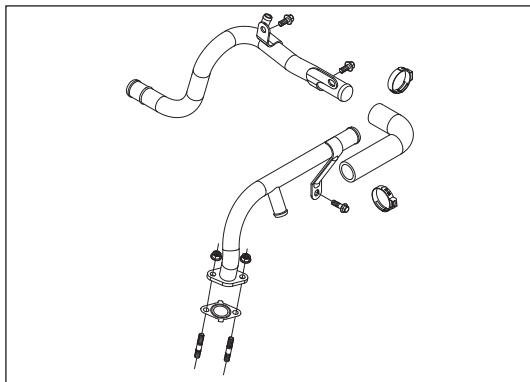
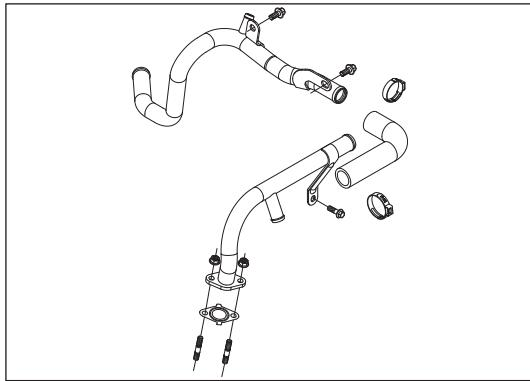

Рис. 10-6-2. Отвод нагретой ОЖ через отводящую трубу (4G15T)
Рис. 10-6-3. Отвод нагретой ОЖ через отводящую трубу (4G15B)
- (1) Ослабить хомуты крепления отводящего шланга масляного радиатора. Снять отводящую трубу ОЖ масляного радиатора с части 1 отводящей трубы нагретой ОЖ.
- (2) Ослабить хомуты крепления соединительного шланга отводящей трубы ОЖ турбонагнетателя и снять эту трубу с части 2 отводящей трубы нагретой ОЖ.
- (3) Ослабить два фланцевых болта ($M6 \times 14$) крепления к головке блока цилиндров и один фланцевый болт ($M6 \times 14$) крепления к блоку цилиндров, как изображено на рис.10-6-2, рис.10-6-3.
- (4) Ослабить две фланцевые гайки крепления к блоку цилиндров ($M6$), и снять отводящую трубу нагретой ОЖ, а также прокладки, как изображено на рис.10-6-2, рис.10-6-3.
- (5) Ослабить хомуты крепления соединительного шланга двух частей отводящей трубы нагретой ОЖ. Снять соединительный шланг отводящей трубы нагретой ОЖ.
- (1) При помощи соединительного шланга соединить обе части отводящей трубы ОЖ, а затем закрепить соединение с помощью червячных хомутов.
- (2) Закрепить отводящую трубу нагретой ОЖ и прокладки на блоке цилиндров с помощью двух шестигранных фланцевых гаек ($M6$) и трех фланцевых болтов ($M6 \times 14$), как изображено на рис.10-6-2, рис.10-6-3.
- (3) Закрепить шланг отводящей трубы ОЖ масляного радиатора части 1 отводящей трубы, а отводящий шланг ОЖ турбонагнетателя на части 2 отводящей трубы нагретой ОЖ. Затянуть их двумя хомутами.